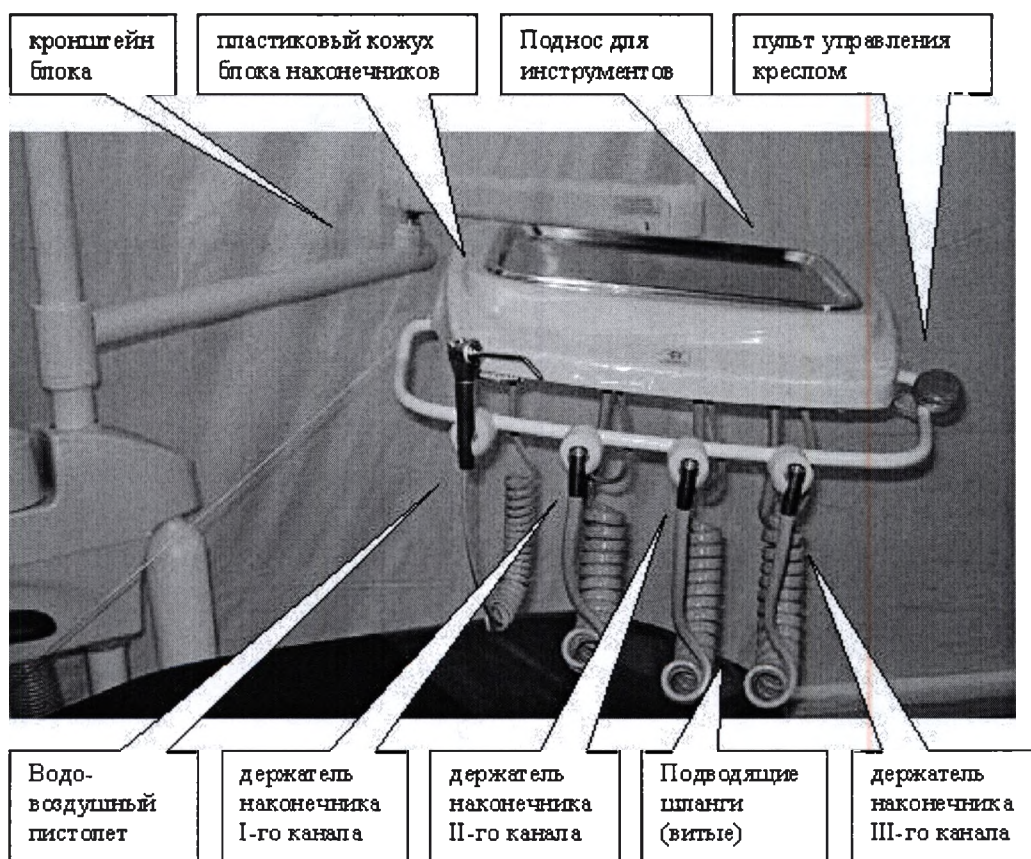

Рис. 7.14
7.2.1. Общий внешний вид конструкции блока наконечников «ДАРТА» (См. рис. 7.14, 7.15)
Изменение параметров электромотора (скорость, реверс, подача воды, подача вспомогательного воздуха), пьезоэлектрического скейлера (мощность, подача воды), ЭХГ (мощность, выбор режима), турбины или пневмомотора (подача воды, подача вспомогательного воздуха), пневмоскейлера (подача воды) производится при помощи соответствующих регуляторов, расположенных снизу на базе блока (см. рис. 7.14).